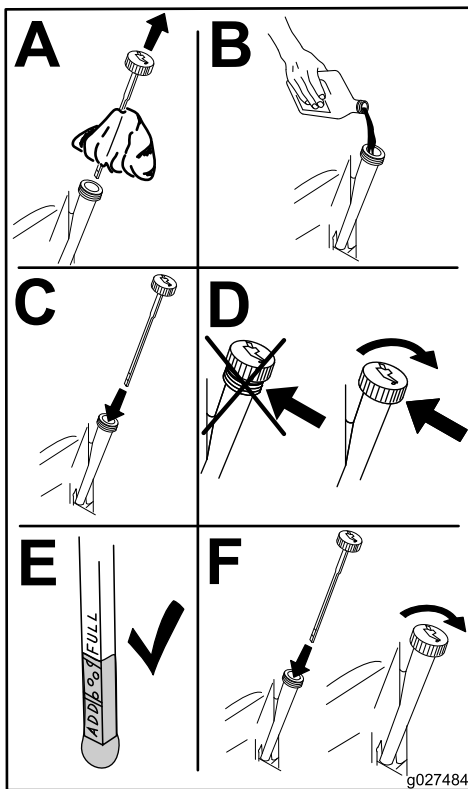

Figure 34
6. Versez lentement environ 80 % de la quantité d'huile spécifiée dans l'orifice de remplissage (Figure 34).
7. Vérifiez le niveau d'huile; voir Figure 34.